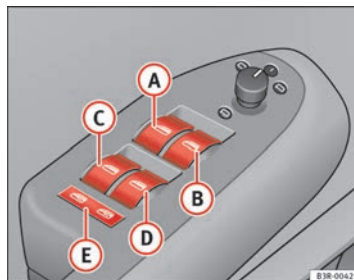

Fig. 80 Dettaglio della porta del conducente: Comandi
- A** Interruttore ⇒ fig. 80 per il finestrino della porta del conducente
Con l'interruttore di sicurezza ⇒ pag. 115, fig. 80  si possono disattivare gli interruttori delle porte posteriori. Così si possono azionare i finestrini dai sedili posteriori soltanto se l'interruttore è premuto.